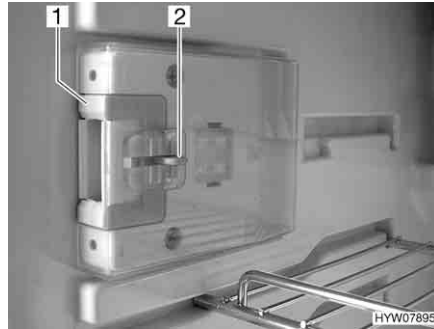
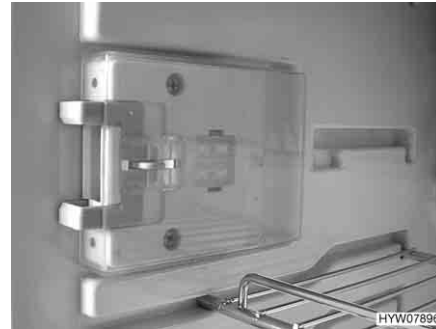

Fig. 234 Dispositivo de cierre en posición normal
Fig. 235 Dispositivo de cierre en posición de ventilación
- Hundir el desbloqueo (Fig. 234,2).
- Empujar el dispositivo de cierre (Fig. 234,1) hacia delante (Fig. 235).